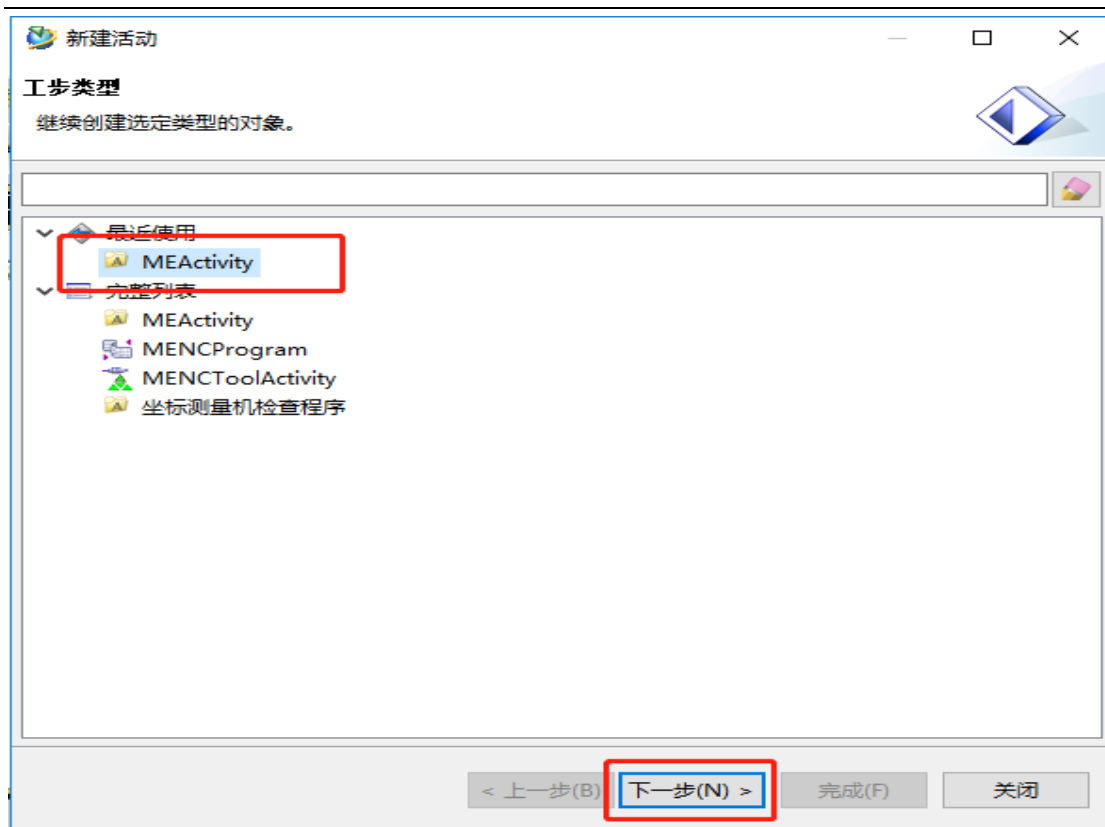

图 4
4) 在弹出的“新建活动对话框”中，选中 MEActivity，下一步（如图 4）。